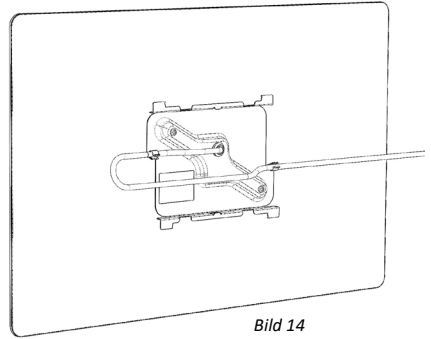
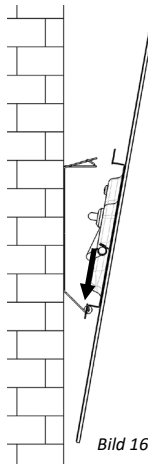

Bild 14
Bild 16
- Nehmen Sie das Paneel mit beiden Händen und stecken Sie die Montagebox in die Wandhalterung. Bei waagrechter Montage hängt das Paneel sicher in der Halterung und kann nach vorne gekippt werden, ohne dass es herausfällt. Bei senkrechter Montage hängt es mit einer kleinen Nase in der Wandhalterung und kann seitlich herausgekippt werden, Achtung, hier kann es bei Krafteinwirkung (Anstoßen) herausspringen! Kippen Sie die offene Seite des Paneels langsam Richtung Wand, so dass das Paneel vollständig in der Montagebox zu liegen kommt (Bild 14+15). Nun drücken Sie sanft das Paneel so weit in die Wandhalterung, bis die Montagebox in der Wandhalterung hörbar mit einem „Klick“ einrastet (Bild 16+17).